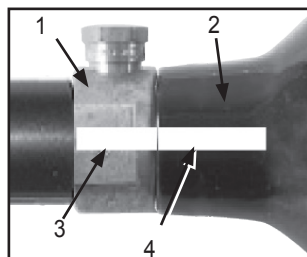

Figura 4: Cilindro y válvula marcas
La válvula de bronce o níquel (Figura 4, #1) ha sido fabricada para estar unida al cilindro de aire o de CO2 (2).
Referirse a la Figura 4. Han habido reportes de incidentes causados por jugadores que sin conocimiento desatornillan el cilindro (2) de la válvula (1). Esto ocurre cuando el jugador piensa que el ensamble cilindro y la válvula han sido desatornillado de el adaptador de suministro de aire de el marcador de paintball, cuando en realidad están desatornillando el cilindro de la válvula del cilindro.
4. Mire las marcas en el cilindro y en la válvula (como se observa en la figura 4 en la página 7) cuando de vuelta al cilindro $\frac{3}{4}$ de vuelta aproximadamente en sentido contrario a las agujas del reloj.